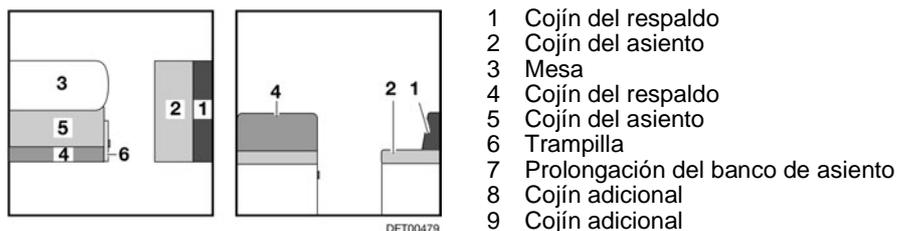

Fig. 119 Antes de la transformación
- Ampliar la mesa (Fig. 119,3) y transformarla en base de cama (véase apartado 7.7).
- Tirar del asidero y abrir la trampa (Fig. 119,6).